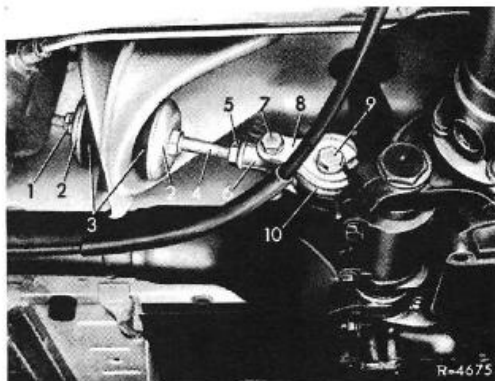

Bild 35–2/1
Zum Ausbauen der Hinterachse oder zum Wechseln des Gummilagers im Träger der Hinterachsaufhängung wird nur die vordere Lasche (8) nach Lösen der Sechskantschrauben (7) und (9) abgenommen. Die Querstrebe (4) mit den Gummipuffern und die hintere Lasche (6) brauchen nicht ausgebaut zu werden (Bild 35–2/1).